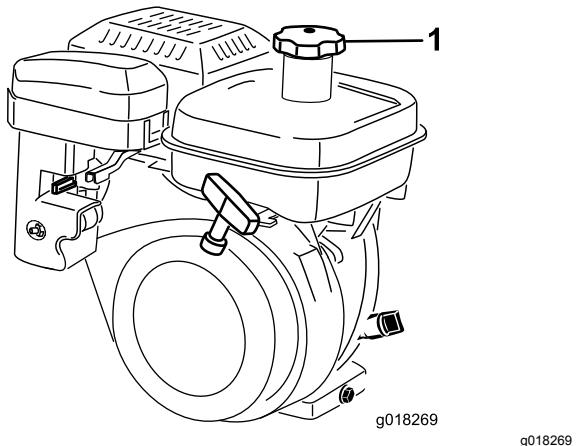

Bild 25
1. Reinigen Sie den Bereich um den Tankdeckel und nehmen den Deckel ab (Bild 25). Füllen Sie den Kraftstofftank nur bis zur unteren Kante des Filtergitters.